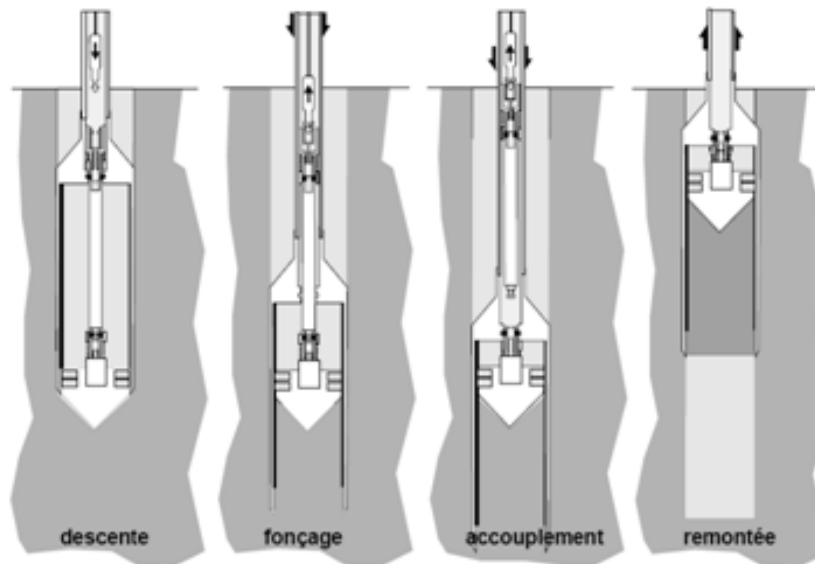

Figure 02 : Étapes du prélèvement d'échantillons
- **Carottier à piston stationnaire :** Il s'agit d'un carottier à paroi mince associé à un système de piston qui permet de **prélever des sols très mous**. Le verrouillage du piston commandé depuis la surface par un câble, bloque l'entrée du carottier jusqu'à la cote de début de forage (descente), permet la pénétration de l'échantillon durant la phase de fonçage et assure l'étanchéité pour éviter la chute de la carotte lors de la remontée (Fig. 02).